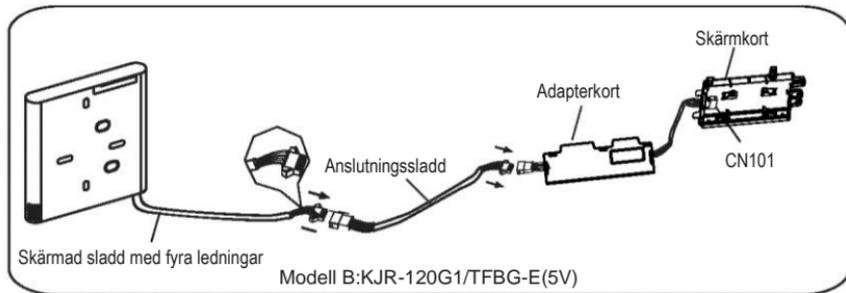

Fig. 3-3(B)
- Anslut honkabelskarven i sladdgruppen från adapterkortet till hankabelskarven i anslutande sladdgrupper. Anslut sedan den andra sidan av adapterkortet till displaykortet. (Se Fig. 3-3(B))